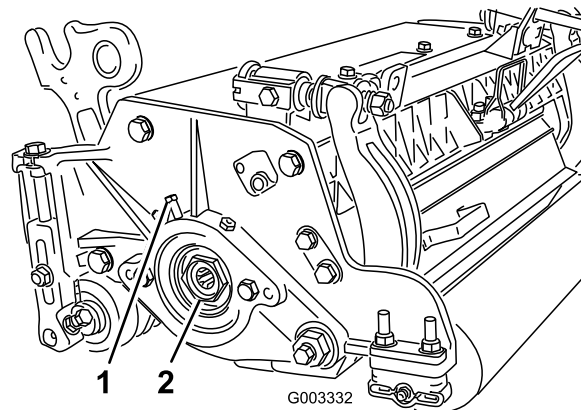

Bild 28
- A. Lösen Sie die externen Stellschrauben, mit denen die Einstellmutter des Lagers am Lagergehäuse links an der Schneideinheit befestigt ist (Bild 28).